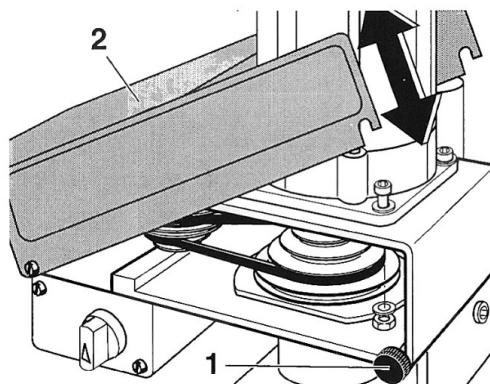

Fig. 20
- Rändelschrauben 6 (Fig. 20) lösen und Gehäusedeckel (2) nach oben schwenken.
- Loosen the knurled screws 6 (Fig. 20) and open the hood (2) for the belt drive.
- Desserrer les vis à molette 6 (fig. 20) et rabattre le capot (2) vers le haut.
- Allentare le viti a testa zigrinata 6 (fig. 20) e ribaltare il coperchio della carcassa (2) verso l'alto.